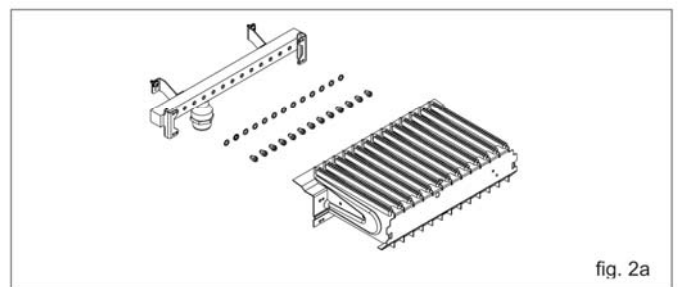

fig. 2a
- с помощью торцевого или обычного гаечного ключа снимите форсунки и шайбы; замените их на новые, входящие в комплект для перехода на другой газ (fig.2a)